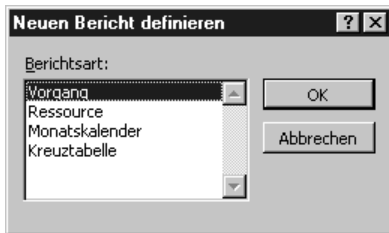

Abbildung 17.12:
- ▶ Um einen neuen Bericht ohne Vorlage zu erstellen, klicken Sie auf NEU. Wählen Sie im Dialogfeld NEUEN BERICHT ERSTELLEN eine Berichtsart (siehe Abbildung 17.12) und klicken Sie dann auf OK.